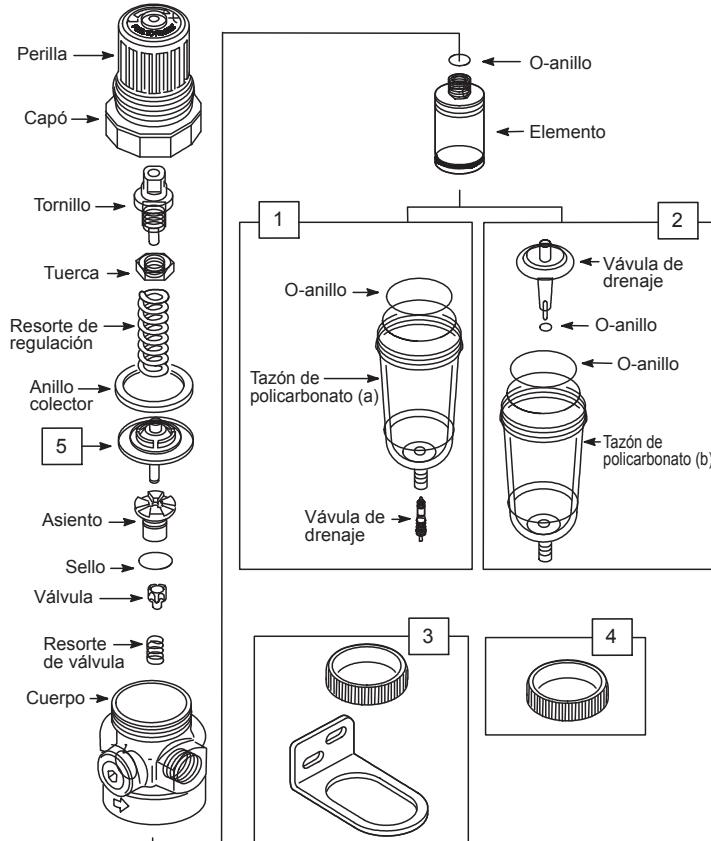

figura 2
INSTRUCCIONES DE OPERACIÓN (Ver Figura 2)
- 1 **Desmontaje (Ver figura 2)**
- Desmontar en general de acuerdo con las partes ilustradas en la Figura 2. No quite el drenaje a menos que el reemplazo es necesario. Extraer y sustituir sólo si el mal funcionamiento de drenaje o la conversión de drenaje automático.
- 2 **Limpieza (Ver figura 2)**
- 3 **Montaje (Ver figura 2)**
- Ensamble de filtro como se muestra en la Figura 2.